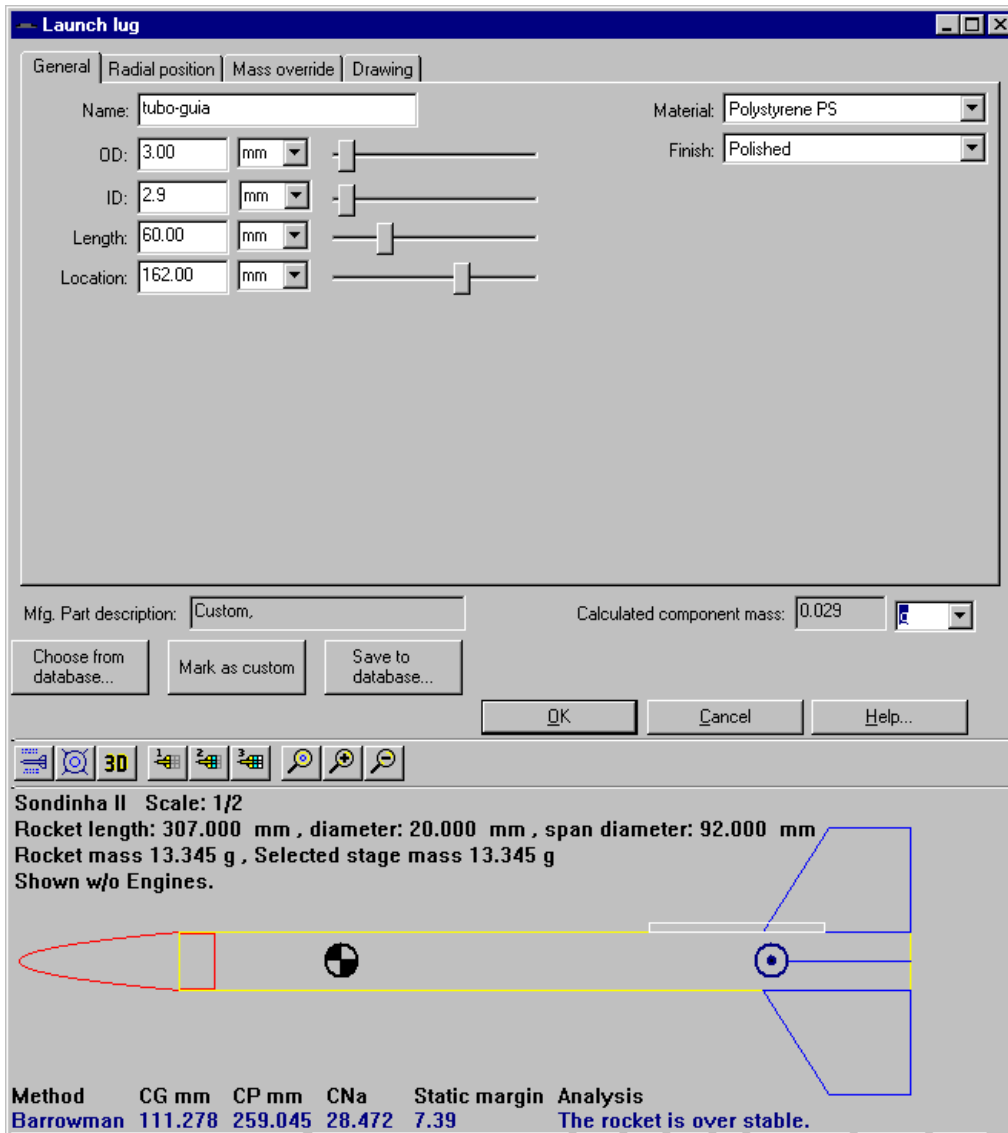

Figura 8. Dados do tubo-guia do exemplo 1.
- (c) na janela seguinte, item “General” do menu, definir os dados de acordo com o mostrado na Figura 8;